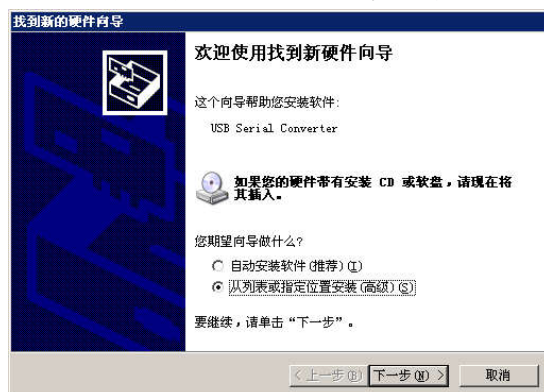

图 3.1.3 找到新硬件向导
- (2) 选择“从列表或者指定位置安装”，点击下一步。如图 3.1.3 所示。